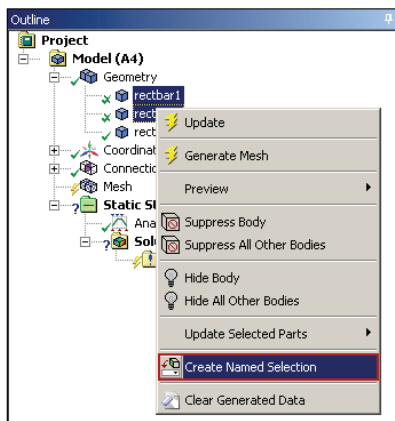

图 5-28 树结构图中创建 Named Selection
- 在树结构图中相应的对象上右击,然后在快捷菜单中选择 Create Named Selection,如图 5-28 所示。